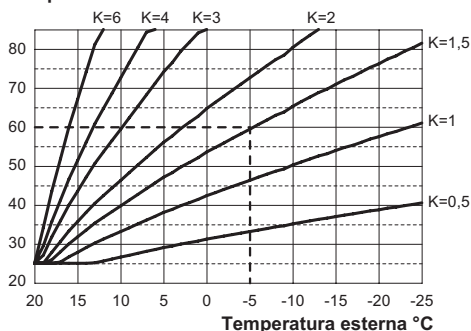
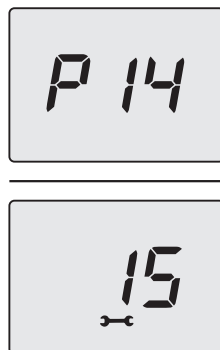

Figura 5.38
Figura 5.44
Se alla caldaia **È COLLEGATO** il comando remoto (opzionale) riferirsi alla Figura 5.38.
Quando si installa la sonda esterna bisogna impostare questo parametro in base al rendimento dell'impianto di riscaldamento per ottimizzare la temperatura di mandata (Figura 5.38).
Es. Per avere una temperatura di mandata all'impianto di riscaldamento di 60°C con una esterna di -5°C si deve settare un K di 1,5 (linea tratteggiata in Figura 5.38).
- Utilizzando i tasti 13 o 15 è possibile modificare il valore del parametro 14 da un minimo di **00** ad un massimo di **60** in base alla curva scelta del coefficiente K in Figura 5.38 (il valore letto sul display, in Figura 5.44, corrisponde a **K = 1,5**).